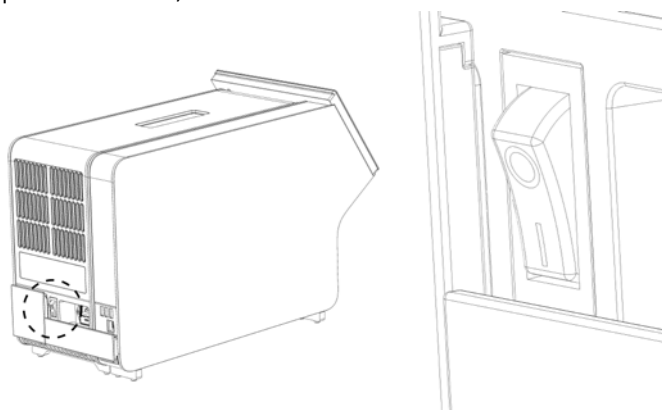

Figura 21. Localização do interruptor de alimentação e colocação na posição "I".
10. Ligue a alimentação do instrumento premindo o interruptor de alimentação na parte traseira do módulo analítico para a posição "I" (Figura 21). Confirme se os indicadores de estado do módulo analítico e do módulo operacional apresentam uma cor azul.